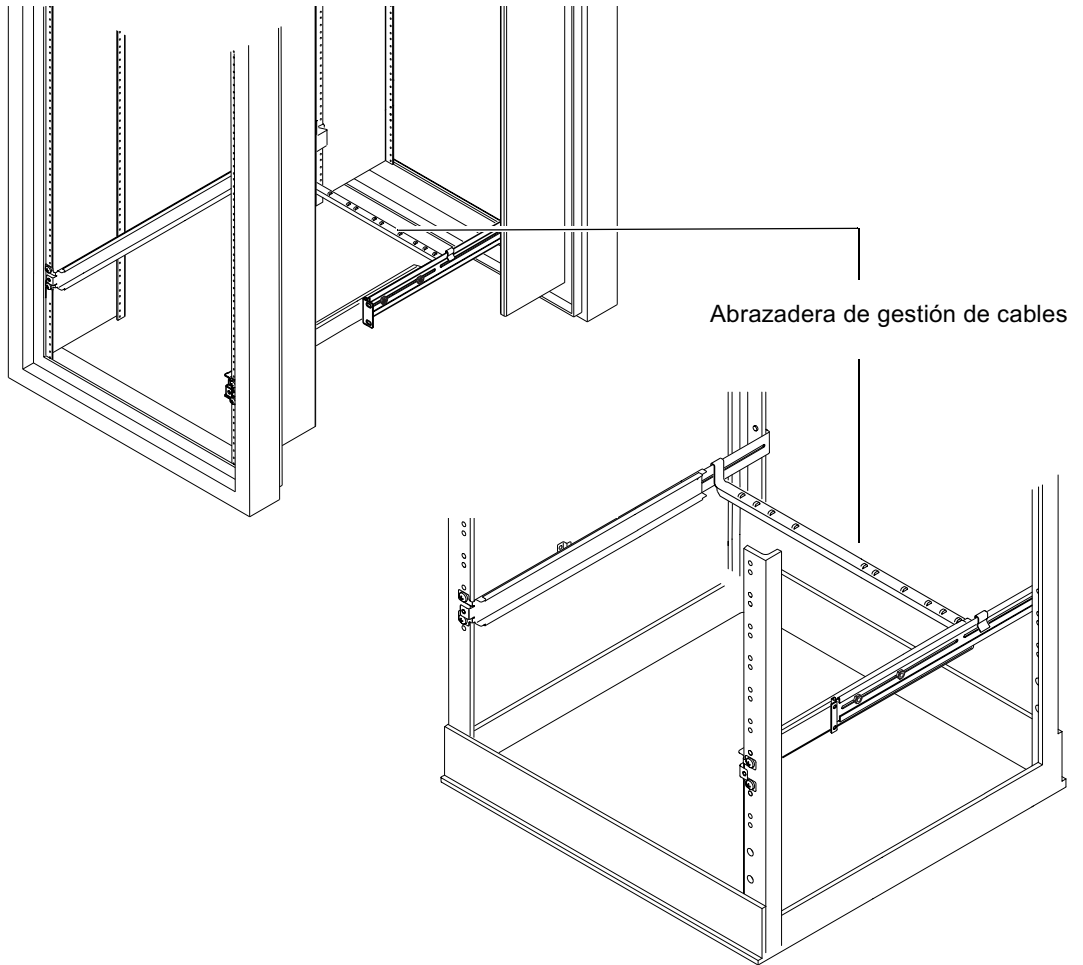

FIGURA 2-9 Instalación de la abrazadera de gestión de cables en un bastidor Sun StorEdge o estándar de 19 pulgadas
- **Enganche la abrazadera en los rieles de montaje de la parte trasera del servidor (consulte la FIGURA 2-9).**